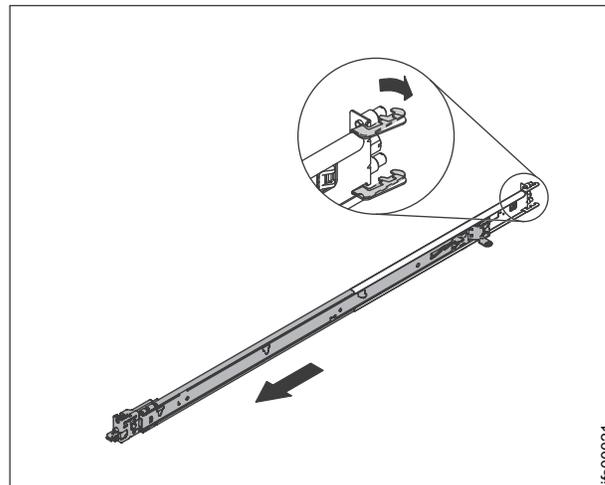

Figura 38. Abrindo os ganchos do trilho deslizante traseiro
3. Cada trilho deslizante é marcado com um R (direito) ou um L (esquerdo). Selecione um dos trilhos deslizantes e puxe o suporte traseiro todo para trás. Se um parafuso de aperto manual estiver instalado no trilho lateral, remova-o. Consulte Figura 38.